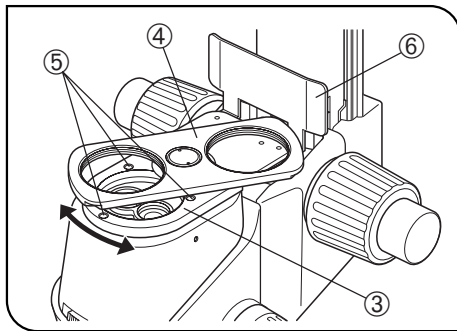

Abb. 28
4. Die Objektivrevolveraufnahme ③ (mit nach oben weisenden Objektiv-aufnahmen ④) an der Stelle aufsetzen, an der sich zuvor die Objektiv-aufnahme befunden hat, dabei die Schraubenbohrungen ausrichten. Mit dem Sechskant-Schraubendreher (für M3-Schrauben) die Revolver-aufnahme mit den mitgelieferten drei Feststellschrauben (M3, 6 mm lang) ⑤ befestigen. (Abb. 28)
★Die Revolveraufnahme beim Feststellen drehen, da sich die Schraubenbohrungen hinter den Objektiv-aufnahmen ④ befinden können. (Abb. 28)
6. Die beiden Objektive in die jeweiligen Objektiv-aufnahmen ④ einschrauben. (Abb. 28)